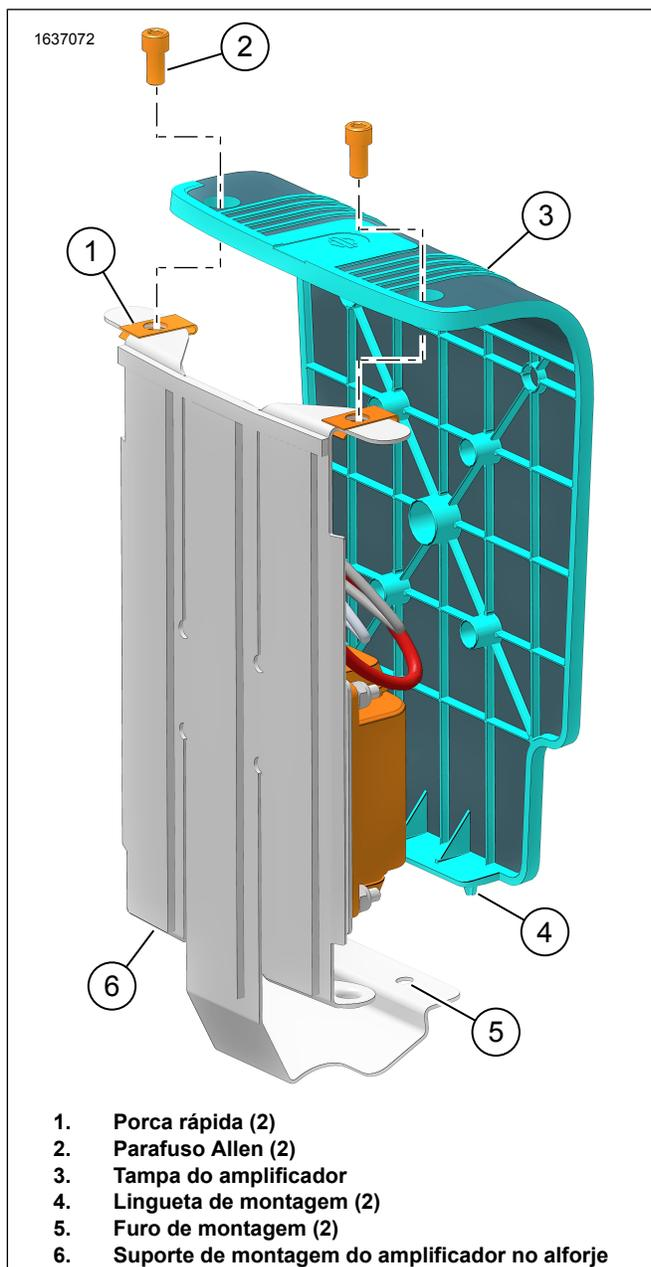

Figura 14. Tampa do amplificador
17. Figura 14 Instale a tampa do amplificador (3).
18. Instale os parafusos (2). Aperte.